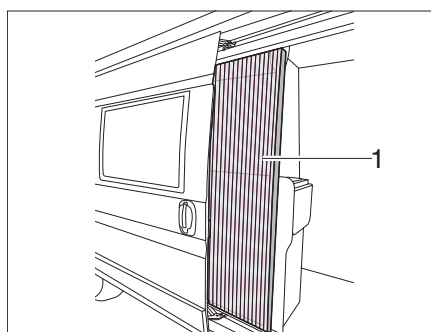

Figure 21 Moustiquaire
- Tirer jusqu'au bout la moustiquaire par la barrette (Figure 21,1).
- Remettre la moustiquaire en position initiale en la poussant par la barrette (Figure 21,1).